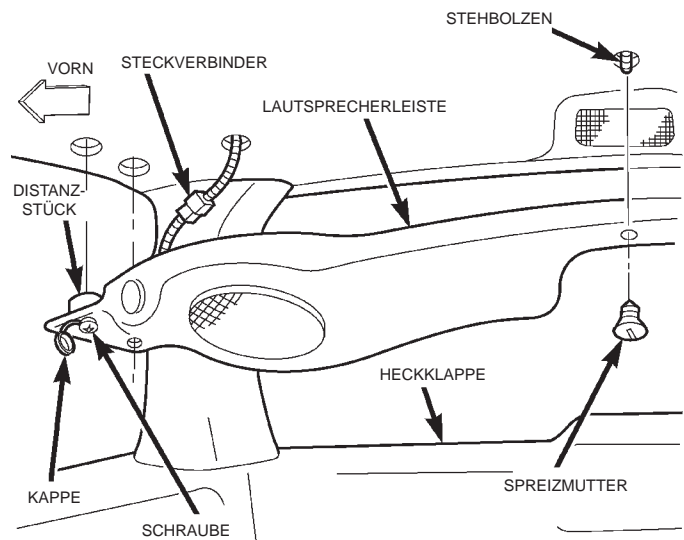

Abb. 16 Lautsprecherleiste aus- und einbauen
(1) Batterie-Minuskabel abklemmen und elektrisch isolieren.
(2) Die Kanten der beiden Schraubenabdeckungen an den Enden der Lautsprecherleiste jeweils vorsichtig abhebeln, so daß die Schraubenköpfe freiliegen (Abb. 16).